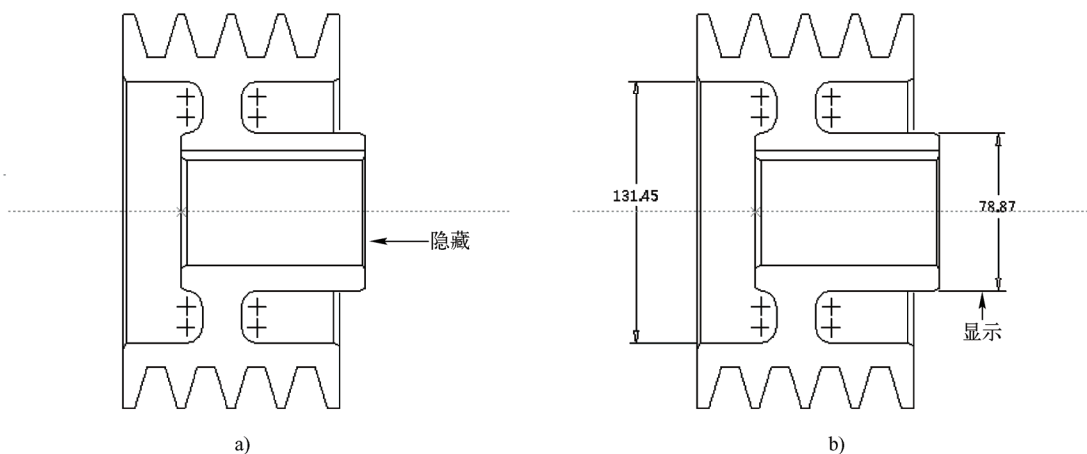

图 4-45 隐藏/显示尺寸标注
STEP 03 执行上述操作后，即可隐藏尺寸标注，再次单击又可以显示尺寸标注，效果如图 4-45 所示。